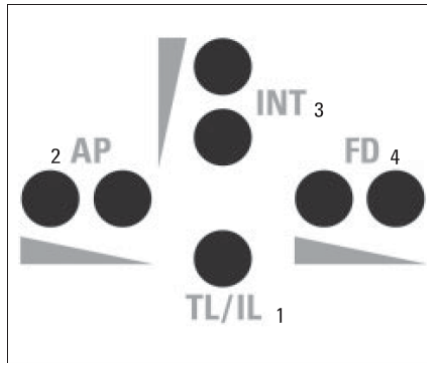

图 2-3 显微镜主机左侧部分功能键 (1.透射与反射切换；2.孔径光阑调节；3.光强调节；4.视场光阑调节)
2. 将样品置于载物台上，在明场条件下选择合适的视野。通过显微镜主机右侧的调焦按钮或旋钮调节至合适的 z 轴平面，通过显微镜主机左侧的“INT”功能键调节光强。如图 2-3。